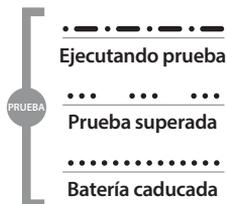

Figura 11 Indicador de estado en modo de prueba
3. El resultado de la prueba se indicará como se muestra en la Figura 11. Durante la prueba, se transmitirán mensajes del AIS que serán recibidos por todas las embarcaciones cercanas. Consulte la sección 4.5 para obtener más información sobre cómo se muestra la posición de AIS SART y los mensajes en otros equipamientos.